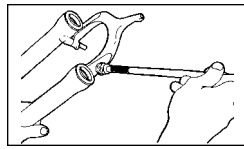

Fig. 6
11. Aplique New and Improved Judy Butter a la superficie de los rodamientos superiores y llene la cavidad situada entre los bordes de la junta Resi-wiper (fig. 6). Importante: para obtener mejores resultados, evite utilizar grasas de litio. Algunos tipos de grasa de litio pueden volverse pegajosas, grises y solidificarse al emplearse para lubricar los casquillos, con lo que la suavidad de movimiento de la horquilla se reduce bastante y su rendimiento se resiente en gran medida. Si utiliza grasa de litio, compruebe la calidad y el estado de la grasa 25 horas después de cada mantenimiento para asegurarse de sigue actuando correctamente. Si tiene problemas, pruebe con otro tipo de lubricante.